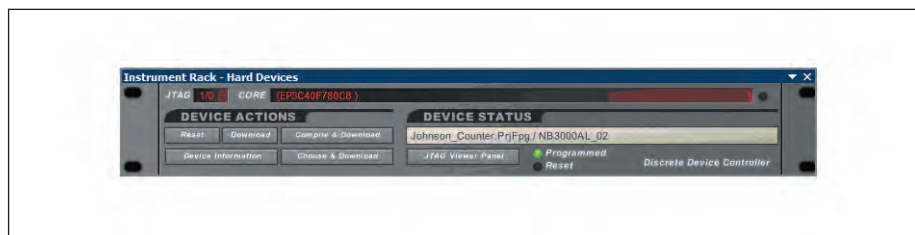

Рис. 6. Виртуальная панель инструментов работы с ПЛИС
- щелчком правой клавишей мыши на значке ПЛИС в поле *Hard Devices Chain* активировать контекстное меню и указать команду *Instrument*. Открывается панель виртуальных инструментов отладки (рис. 6);